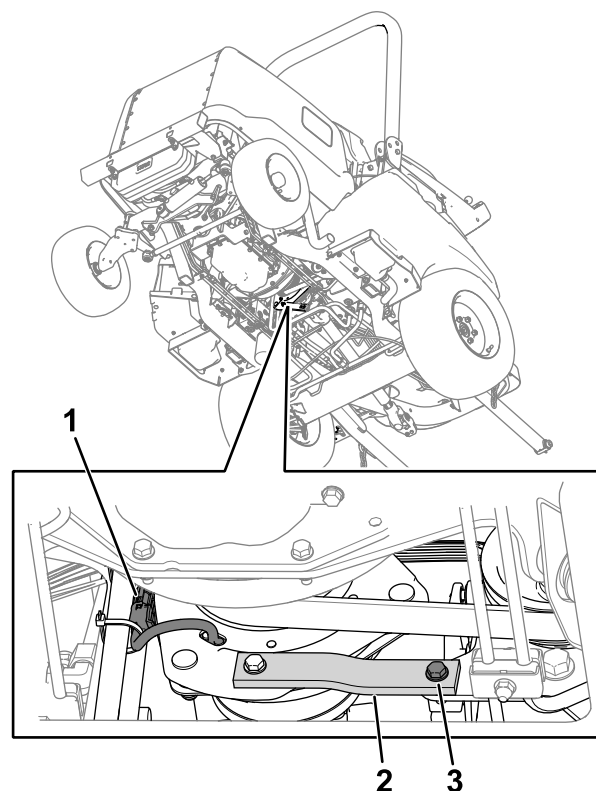

Figura 79
2. Desligue o conector da cablagem da embraiagem da cablagem da máquina (Figura 79).
3. Retire o parafuso, a anilha e a porca das fitas de metal e de borracha (Figura 79) na estrutura.